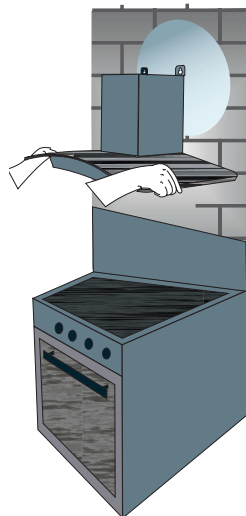

Рис. 8
6. Подвесьте вытяжку на шурупы (А, В), выровняйте её по горизонтали и затяните шурупы отвёрткой. По завершении выравнивания окончательно закрепите вытяжку при помощи шурупов через отверстия (С, D) изнутри вытяжки (Рис. 8). Если Ваша вытяжка будет работать в режиме отвода воздуха в вентиляционную шахту, наденьте один конец гибкого воздуховода (в комплект поставки не входит) на переходной фланец.